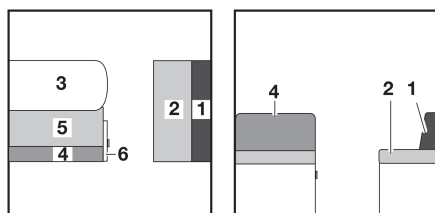

Fig. 159 Avant la transformation
- Agrandir la table (Fig. 159,3) et la transformer en sommier de lit (voir paragraphe 7.9).
- Tirer la poignée et ouvrir le portillon (Fig. 159,6).